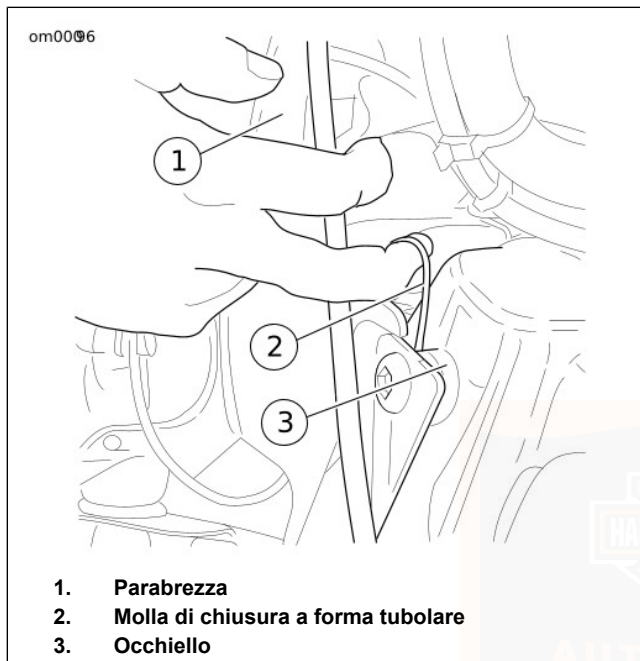

Figura 16. Parabrezza
1. Vedere Figura 16. Inserire le dita nelle molle di chiusura sui due lati del parabrezza e spostare in avanti la PARTE SUPERIORE del parabrezza, sino a far fuoriuscire dagli occhielli le tacche SUPERIORI della staffa.
1. Vedere Figura 16. Inserire le dita nelle molle di chiusura a forma tubolare sui due lati del parabrezza e far scorrere le tacche INFERIORI della staffa del parabrezza sugli occhielli inferiori.